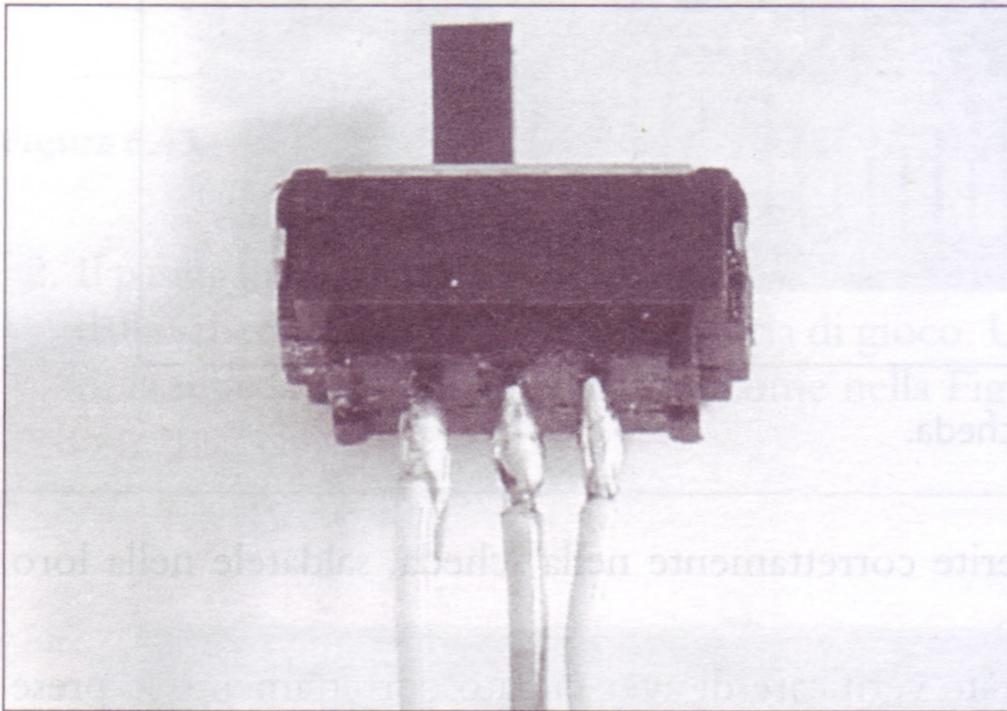

Figura 6.47 Preparazione dell'interruttore con i fili.
7. Per prima cosa spelate circa 3 mm di isolante dai fili 24AWG e saldate un'estremità di ciascun filo ai tre conduttori dell'interruttore SPDT (Figura 6.47).